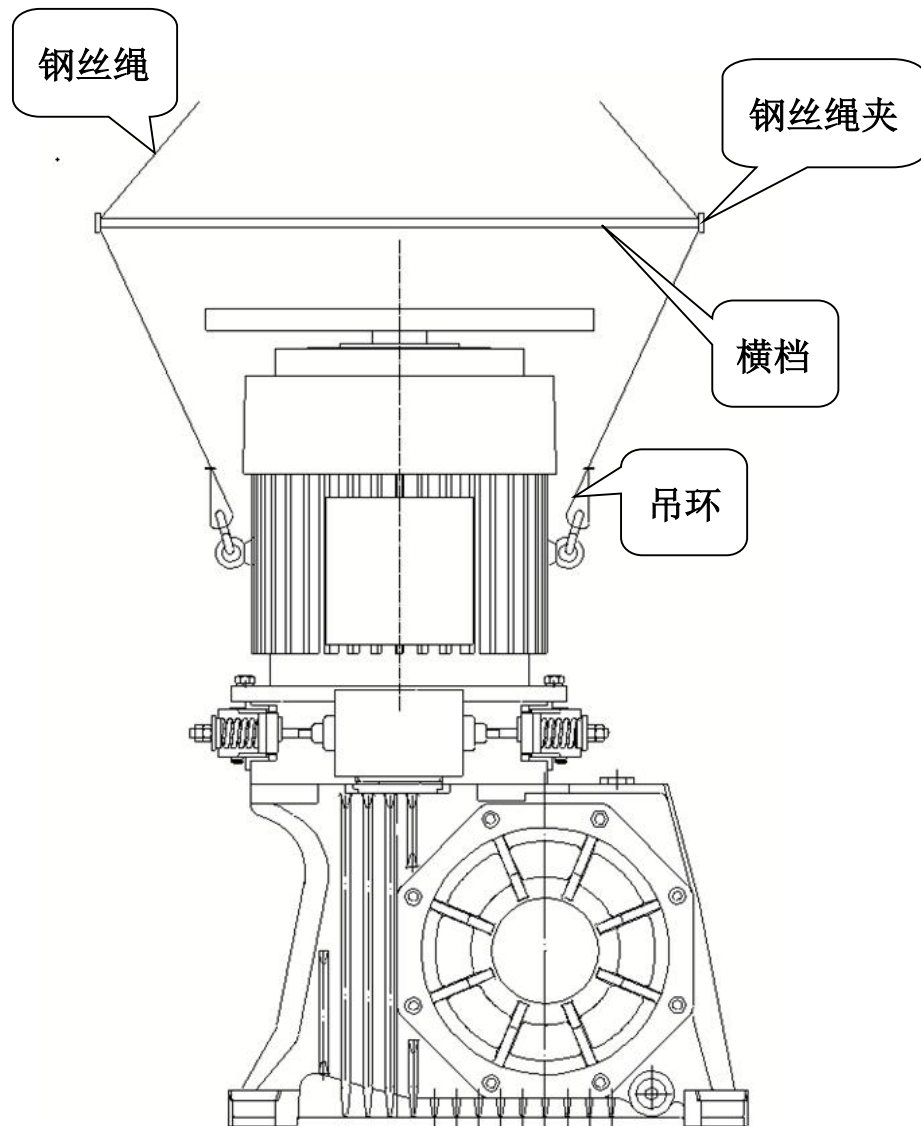

图 2 吊装示意图
1. 驱动主机起吊时，吊具应固定在图 2 中指定位置，并使主机底面处于水平位置。